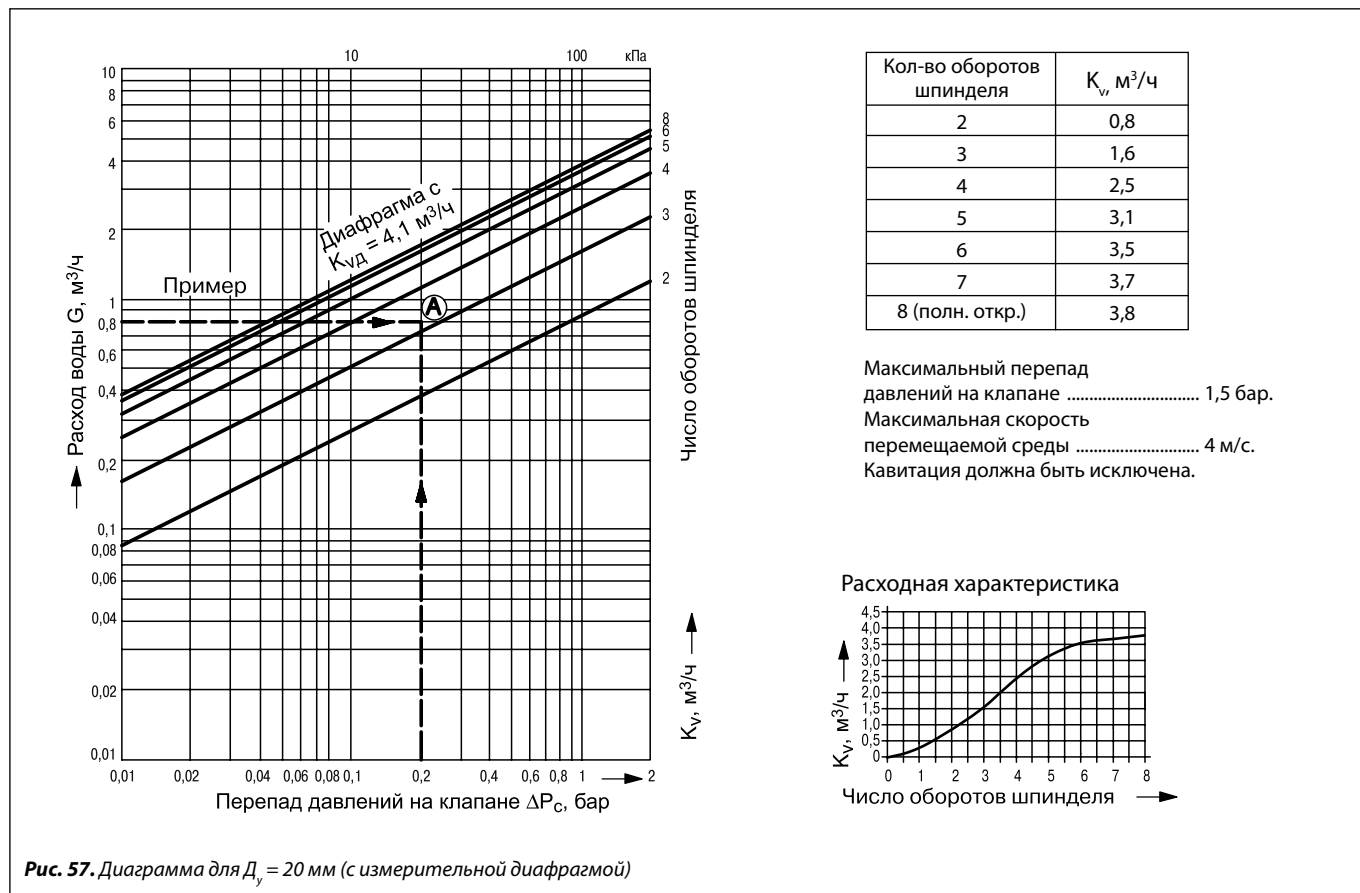

Рис. 57. Диаграмма для $D_y = 20$ мм (с измерительной диафрагмой)
2. По диаграмме (рис. 57) выбирается клапан $D_y = 20 \text{ мм}$, у которого настройка при расходе $G = 0,8 \text{ м}^3/\text{ч}$ равна 3,2.